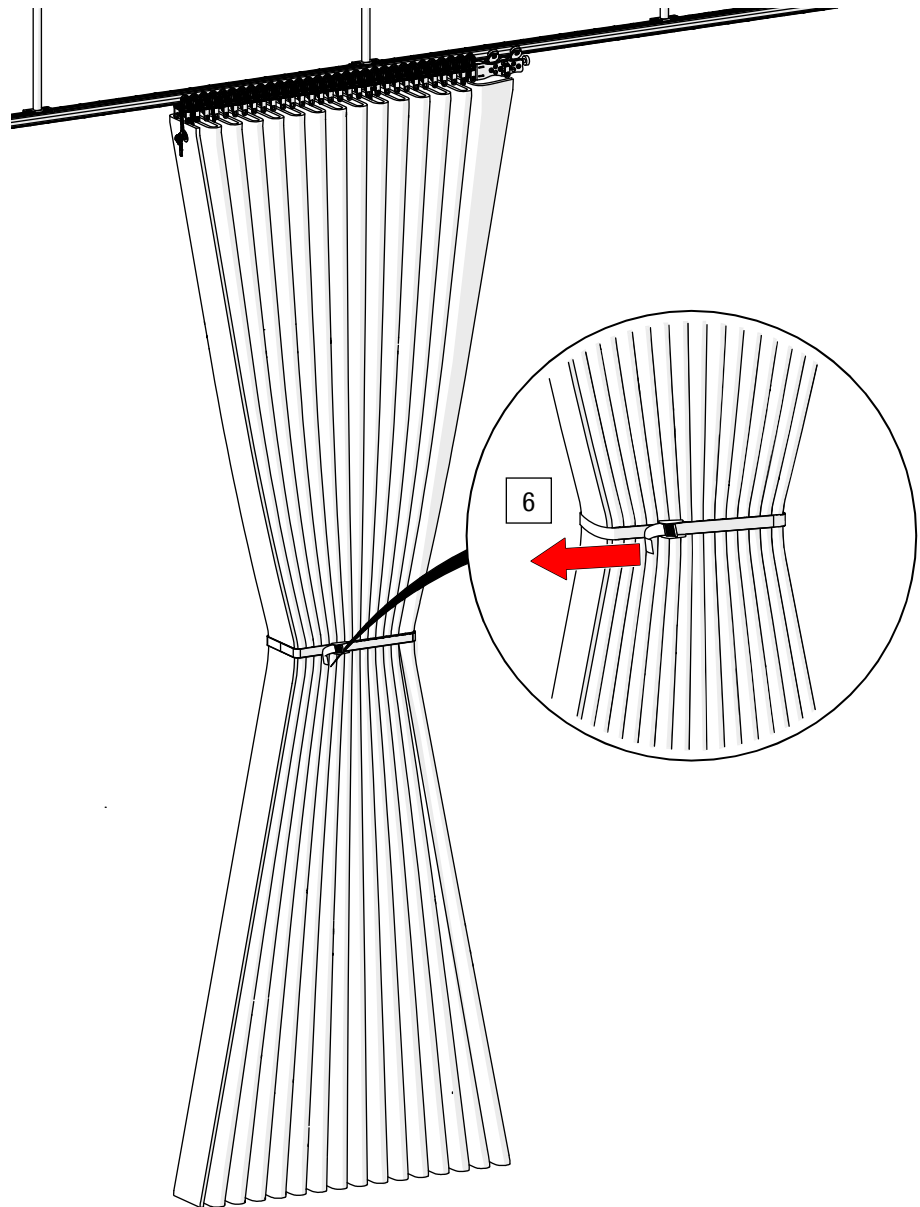

Abb. 74: Innenlagen – gefaltet zusammenbinden
6. Legen Sie die Innenlagen in Falten und binden Sie diese mit einem Zurrurgurt zusammen (siehe Abb. 74).